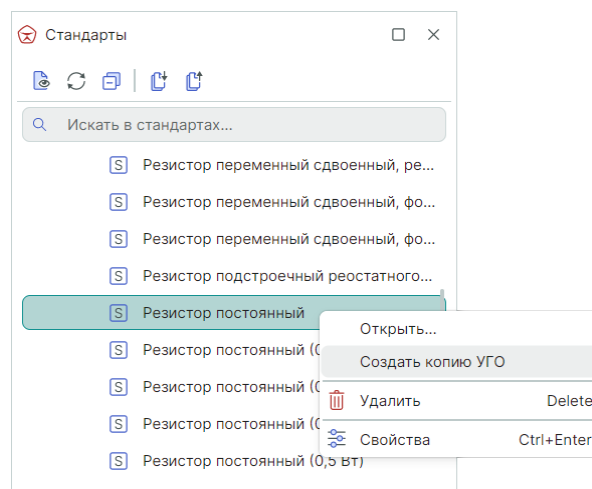

Рис. 58 Создание копии УГО
2. Вызовите контекстное меню и выберите пункт «Создать копию УГО», см. Рис. 58.